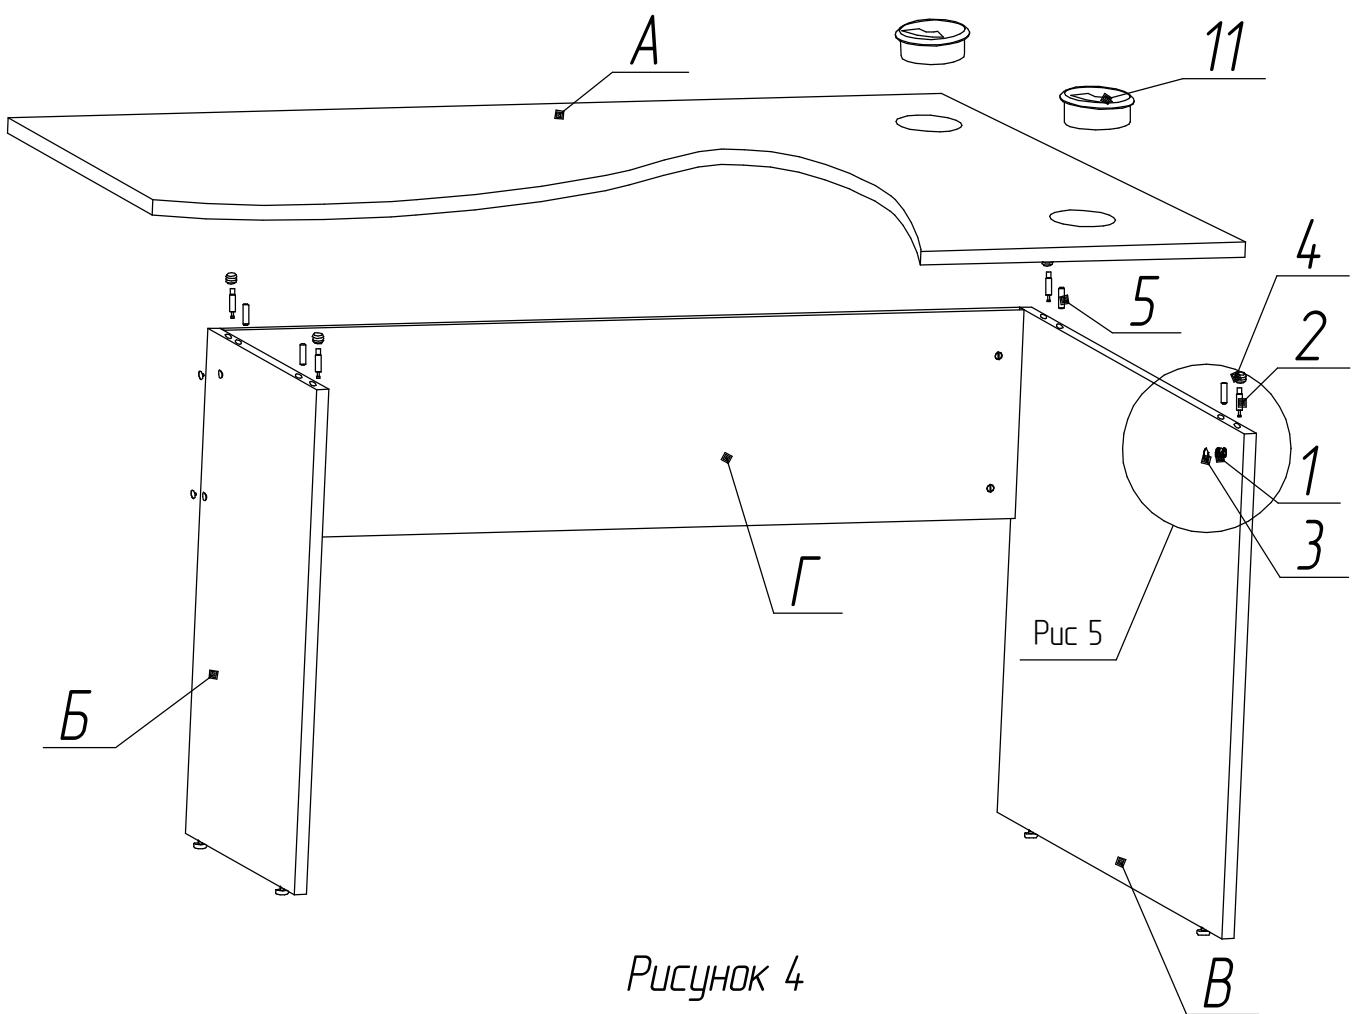

Рисунок 4
4. В крышку стола поз. А в отверстия диаметром 10 мм. забить втулки пластиковые поз. 4, в забитые втулки вкрутить винты эксцентриковые поз. 2. (Рисунок 4 и 5).